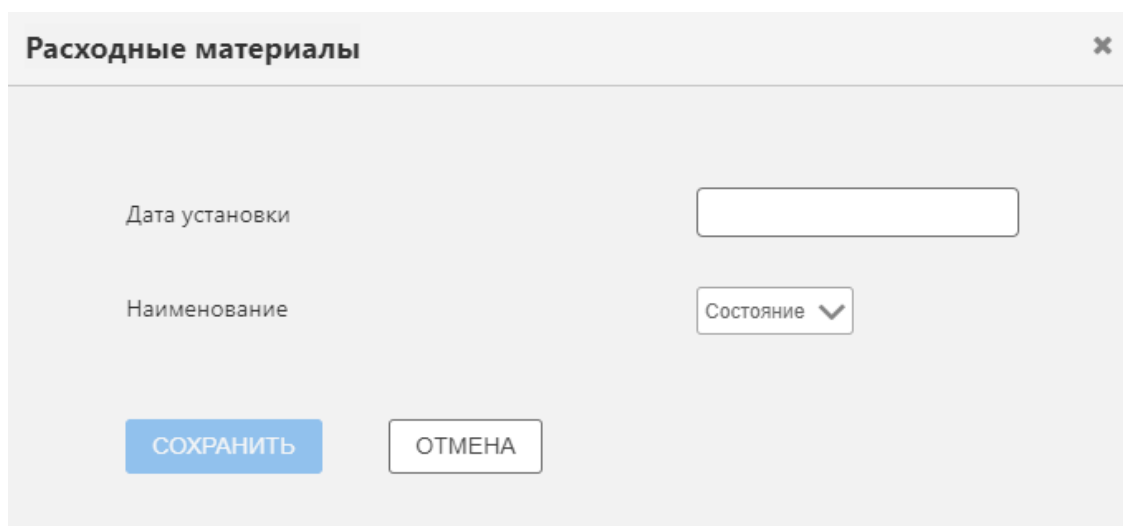

Рисунок 18 – Окно заполнения расходных материалов
- нажать на кнопку **ДОБАВИТЬ**. Откроется всплывающее окно «Расходные материалы» (рисунок 18);